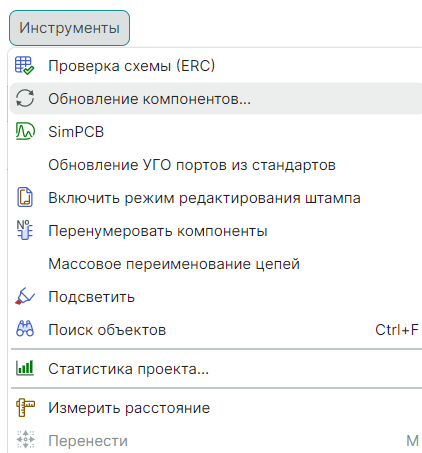

Рис. 293 Синхронизация через запуск обновления компонентов
2. Запустите обновление компонентов, меню «Инструменты» → «Обновление компонентов...», см. Рис. 293.